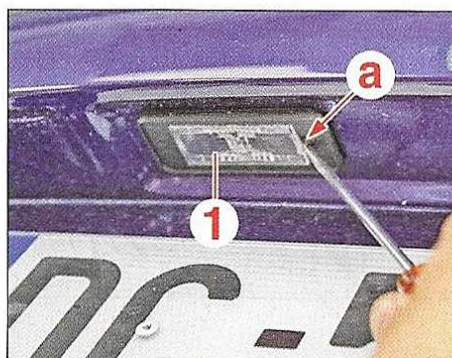

FIG.7
- Introduire un tournevis plat en (a) et faire levier pour sortir le couvercle (1) (Fig.7).